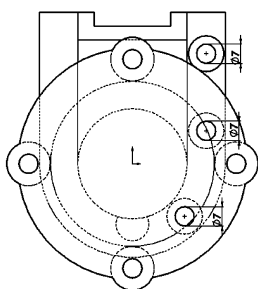

图 7-101 绘制切除拉伸 4 草图
5) 显示隐藏线并绘制切除拉伸 4 草图。单击“视图(前导)”工具栏“显示样式”选项组中的 (隐藏线可见) 按钮, 或选择菜单栏中的“视图”→“显示”→“隐藏线可见”命令, 将隐藏的线显示出来。利用“草图”控制面板中的 (圆) 按钮以及自动捕捉功能绘制安装孔草图。单击“草图”控制面板中的 (智能尺寸) 按钮, 或选择菜单栏中的“工具”→“标注尺寸”→“智能尺寸”命令, 对圆进行尺寸标注, 如图 7-101 所示。